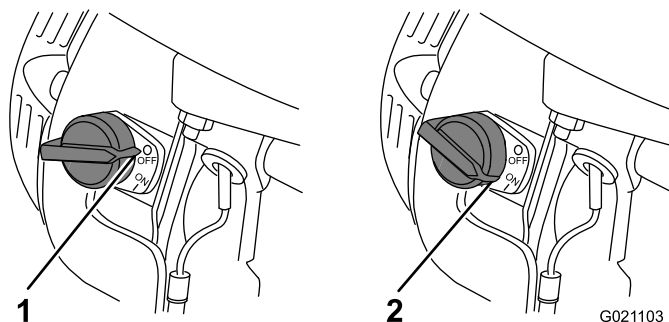

Рисунок 12
Выключатель «Вкл/выкл» (Рисунок 12) позволяет оператору запускать и останавливать двигатель. Этот выключатель находится на передней части двигателя. Для запуска двигателя поверните выключатель «Вкл./Выкл.» (On/Off) в положение «Вкл.» (ON). Для остановки двигателя поверните переключатель «Вкл./выкл.» (On/Off) в положение «ВЫКЛ.» (OFF).